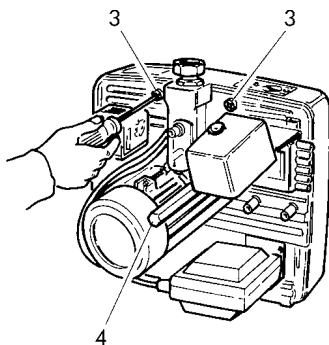

fig.2
- Dévisser les vis **3** et le pivot central **4** (fig.2).